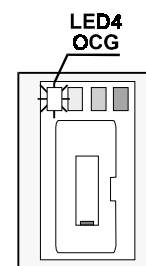

Fig. 13
- ① Il led **OCG** (Fig. 13) sull'attivatore è **lampeggiante** per segnalare che la centrale è in attesa dell'inserimento della chiave .